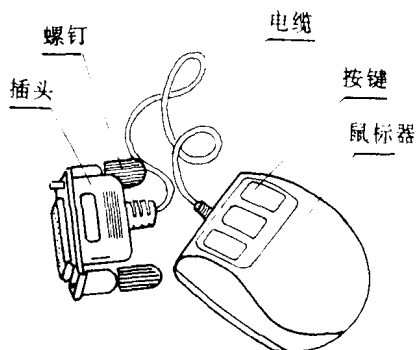

图 1-6 鼠标器
1. 鼠标器 鼠标器是鼠标硬件的主要部分, 其上有 2 个按键 (三字节) 或 3 个按键 (五字节), 通过一条通讯电缆及一个 25 芯插头与主机相连 (见图 1-6)。